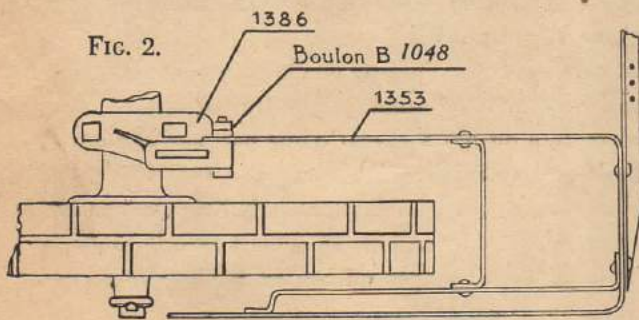

FIG. 2.
Faucheuse 10 et 11 fixer au bâti le support 1386 au moyen de 2 boulons 9017 et D 1387 (Fig. 2).
**Faucheuse 10 et 11** au trou de la pièce 1386 (Fig. 2 et 4).